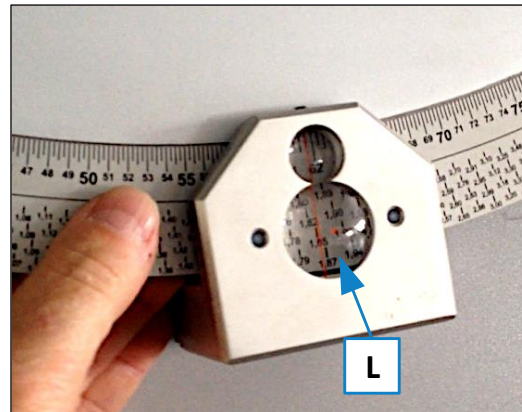

Figure 10 : régler le facteur sur l'échelle
4. Régler maintenant le plateau tournant avec la grande loupe (L) sur le facteur 1,8 et le fixer (voir ⇒ Figure 10 .